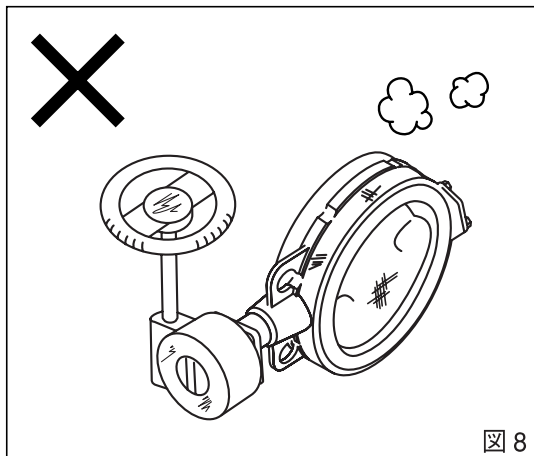

図8
- 開梱時期：開梱はできる限り、配管の直前に行ってください。開梱状態で長時間放置しますと、本体内にゴミや異物が混入し、正確に作動なくなります。（図8）